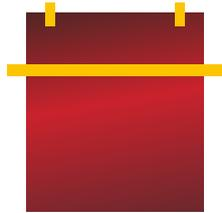

Figure05
- ▶ A l'aide d'un ruban de masquage faire la charnière sur la partie haute horizontalement, de préférence sur une partie plate. (FIG. 05)